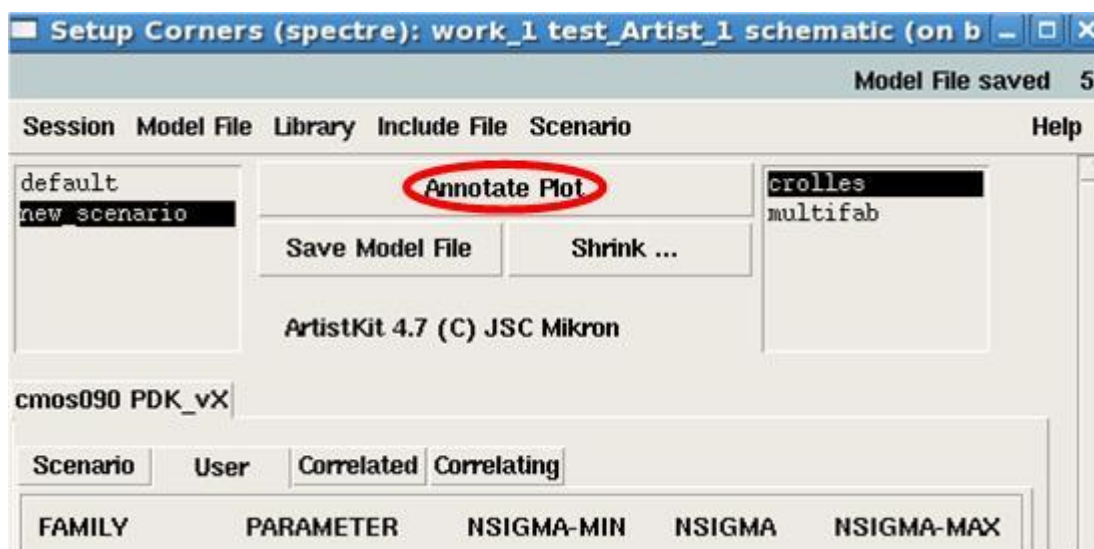
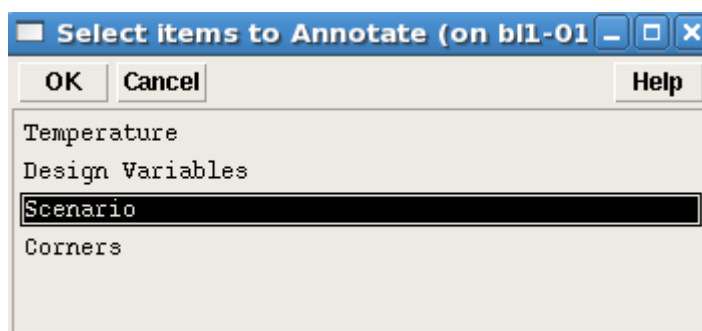

Рис. 2.15 Создание комментариев к окну waveform .
Рис. 2.16 Окно выбора комментариев к окну waveform .
- Нажмите кнопку *Annotate Plot* в окне *Setup Corners* (рис.2.15). Появится окно со списком (рис.2.16), позволяющее выбрать один или несколько пунктов среди температуры, переменных проекта, сценария и углов.